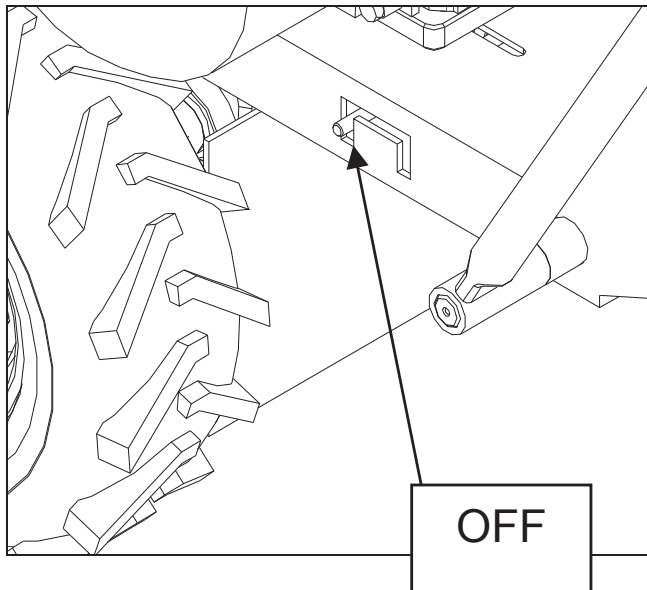

Fig. 5
- mettre le levier d'embrayage du groupe différentiel sur la position OFF, comme indiqué sur la fig. 5 .